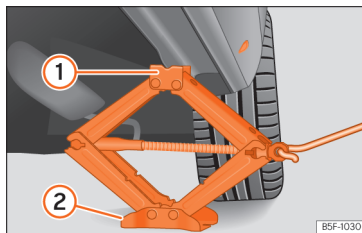

Fig. 199 Longarina: colocação do macaco do veículo.
- Rode a manivela do macaco, colocado por baixo do ponto de apoio da longarina, para levantá-lo até que o ressalto ① » » » Fig. 199 se encontre por baixo do alojamento previsto.
- Alinhe o macaco de forma a que a patilha ① «encaixe» no alojamento previsto da longarina e que a placa base móvel ② fique apoiada no chão. A placa base ② deve ficar colocada na vertical relativamente ao ponto de apoio ①.